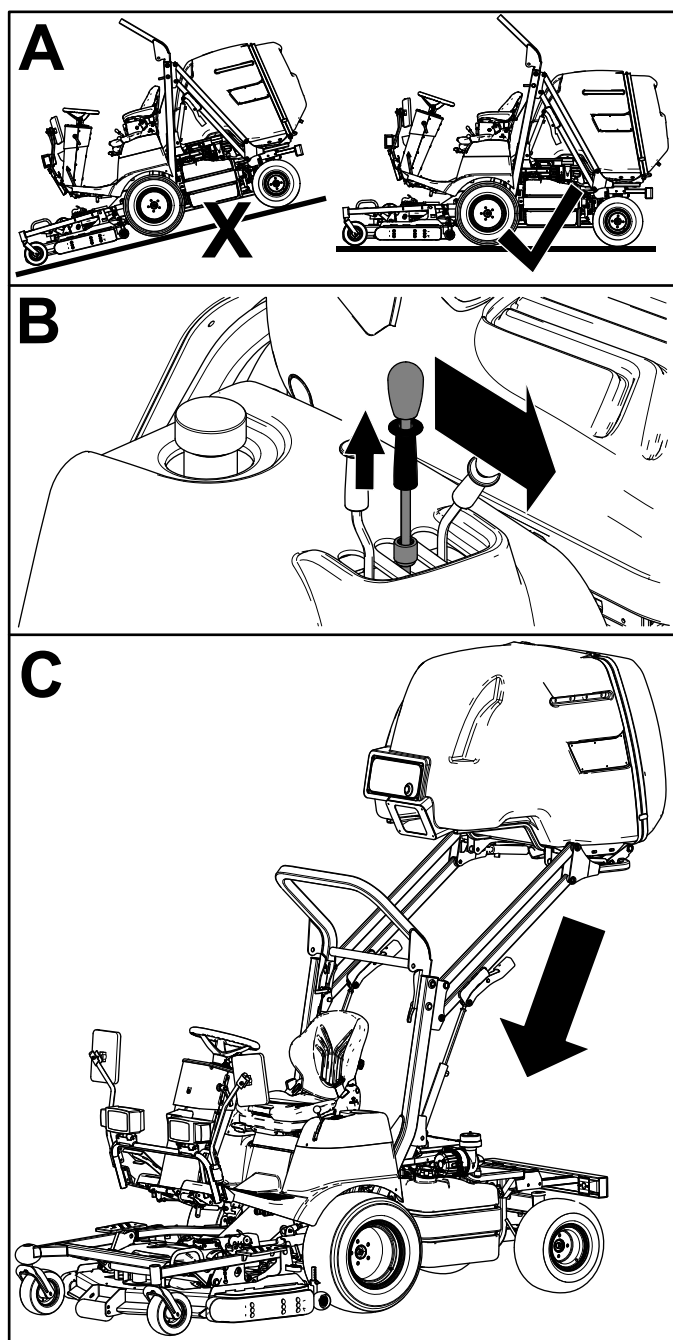

Рисунок 24
2. Потяните стопорное кольцо на рычаге подъема бункера вверх и переместите рычаг до упора вперед, чтобы опустить бункер (Рисунок 24).